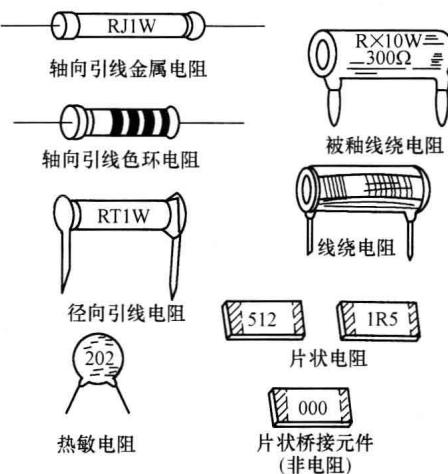

图 1-1 电阻器的直标法
1) 直标法。将电阻的标称值和偏差等级直接用数字印在电阻上。例如 $5.1k\Omega \pm 10\%$ 。就是 5100Ω 偏差为 $\pm 10\%$ ； $100\Omega \pm 5\%$ 就是 100Ω 偏差为 $\pm 5\%$ 。有的没有标注偏差等级的，则一律表示偏差为 $\pm 20\%$ ，如图 1-1 所示。